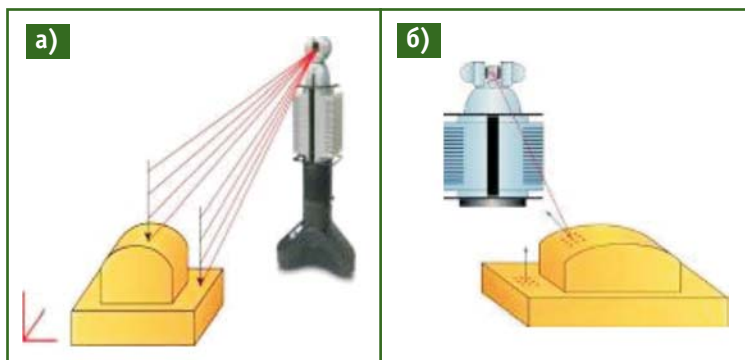

Рис. 2
- определение точки пересечения поверхности x, y, z с заданным пространственным вектором (рис. 2а);
- автоматическое определение вектора нормали к заданной точке на поверхности (рис. 2б);